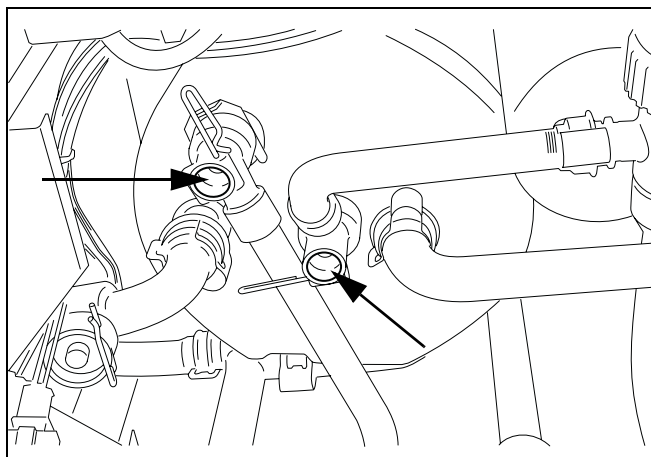

fig. 51 Tappot spoelen
- Trek de standby- en tapwatersensor eruit en monteer op de plaats van de voelers de spoelaansluitingen (→ fig. 51).